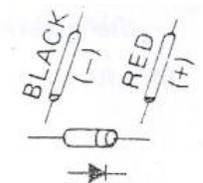

Fig.3.
- 5.5.6 Cuando esta conectado igual que en la fig.3, se hace una verificación en reversa. Si la lectura obtenida del el diodo que está probando es de ".000" hay corto circuito o si es de "1" hay circuito abierto, entonces significa que el diodo tiene falla.